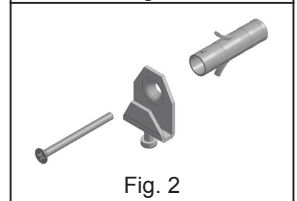

Fig. 2
- a) 2 ganchos de nivelção automática com parafusos e buchas de expansão fornecidos de série (Fig.2)
- 7) Acoplar a chaminé ao sistema de fixação (Fig.2 e 3) e nivelar agindo nos parafusos de regulação.